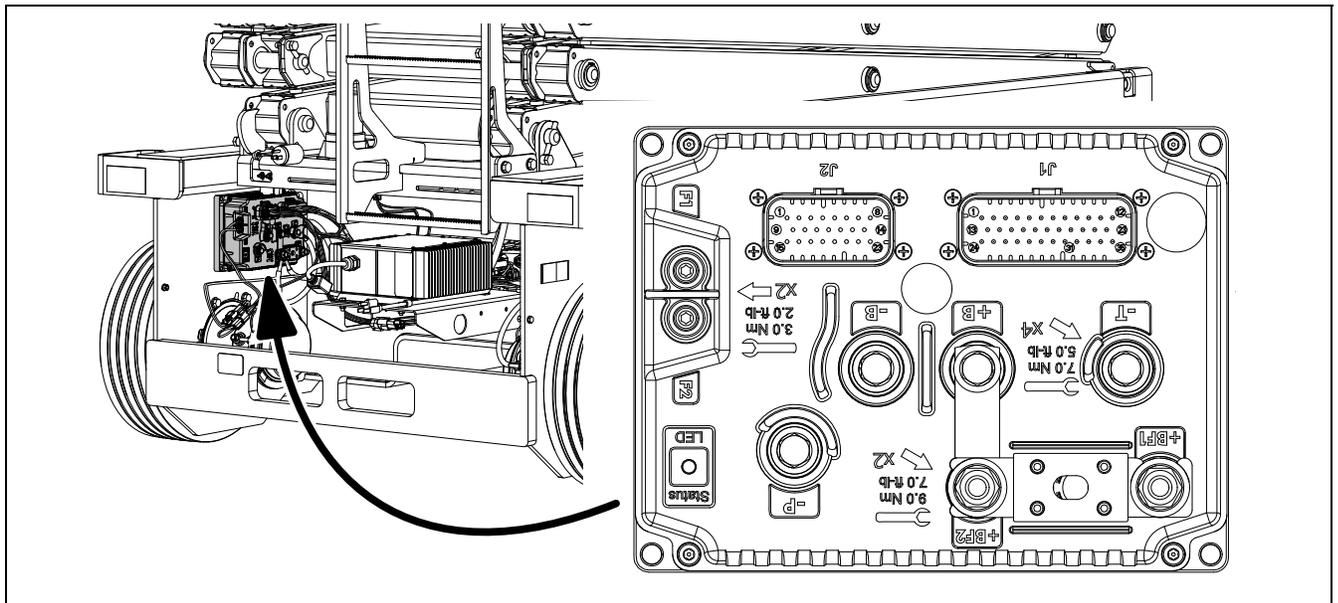

图 3-20. ZAPI 电源模块位置和方位（所有型号）
电源模块位于机器的左后方的后机器盖内，如图 3-20.，ZAPI 电源模块位置和方位（所有型号）所示。当更换电源模块时，应遵循以下说明。
5. 在安装电源模块时，确保端子的定向如图 3-20. 所示